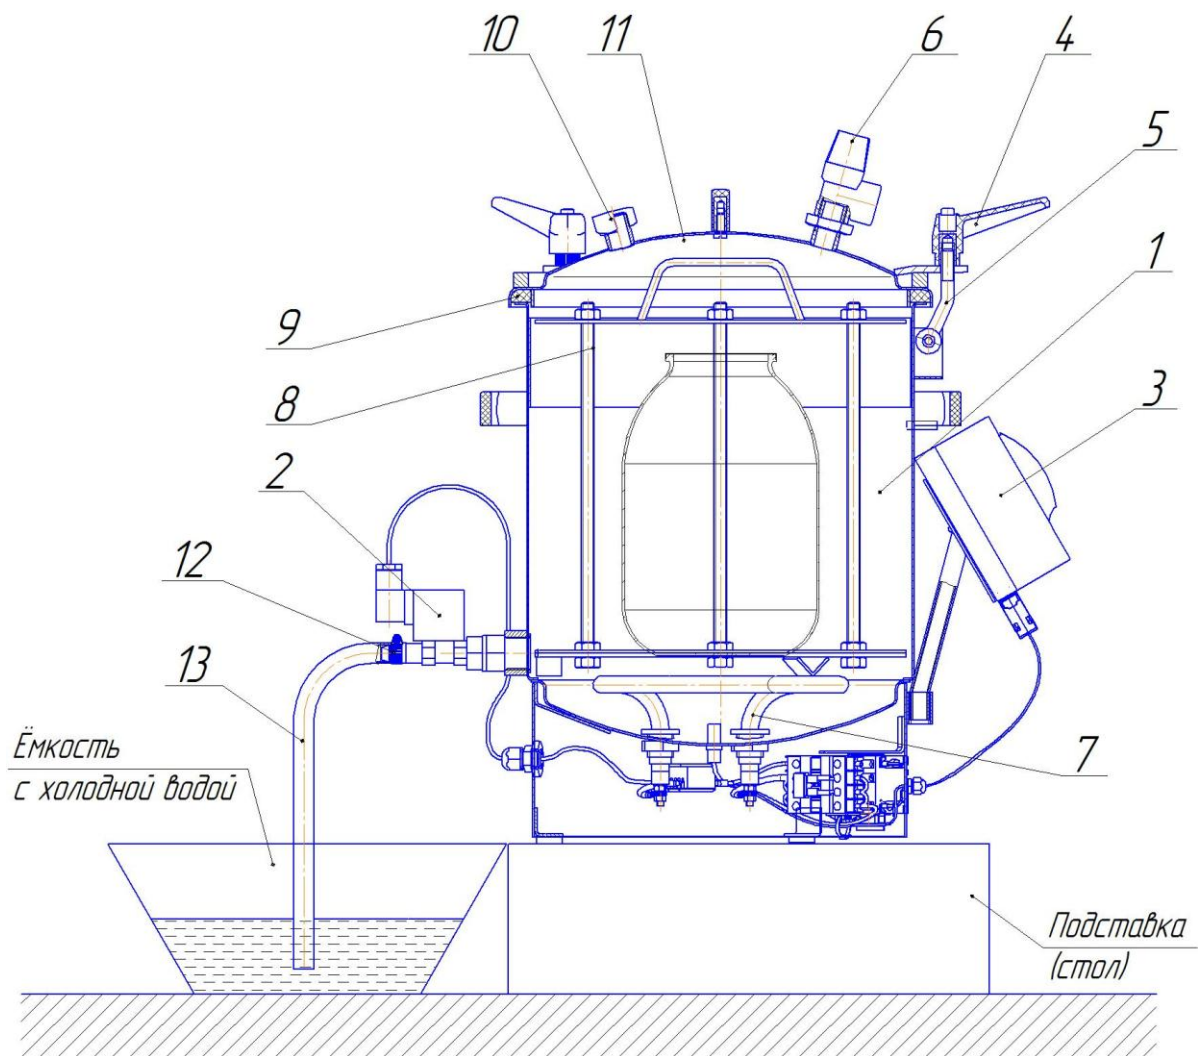

Рис. 1. Схема автоклава в сборе
4.4. Для защиты от брызг и пара при сливе воды с температурой свыше 100 °С, конец шланга слива 13 (рис.1) опустить в ведро (или другую ёмкость) с небольшим количеством холодной воды (водяной затвор) и закрепить его (например, привязав шланг к ручке ведра), иначе возможны хаотичные движения шланга с выбросом пара и горячей воды во все стороны в первые минуты слива воды.
- не откручивать ручки 4 (рис. 1) крышки автоклава;
- при необходимости сбросить давление в автоклаве, повернув головку предохранительного клапана 6 (рис. 1) не достигая щелчка (для предотвращения попадания пара на руку надеть защитную перчатку), до полного прекращения выхода пара;
- отвинтить ручки 4 (рис. 1), отбросить винты 5 и снять крышку 11;
6.2. Установить автоклав на подставку (рис.1).
6.4. Вкрутить штуцер 1 (рис. 5) с жиклёром 2 и проставком 3 в клапан 4. Надеть конец шланга слива 13 (рис.1) на штуцер и закрепить его хомутом 12, другой конец опустить в ведро (или другую ёмкость) с небольшим количеством холодной воды и закрепить его (например, привязав шланг к ручке ведра) (смотри п. 4.4.). Для удобства удаления выливаемой воды заранее установить рядом второе пустое ведро.
6.5. Проверить затяжку заглушки с прокладкой 10 (рис. 1).
6.8. Налить в корпус 1 (рис.1) воду, при этом уровень воды должен быть на 2 см ниже верхней кромки корпуса.